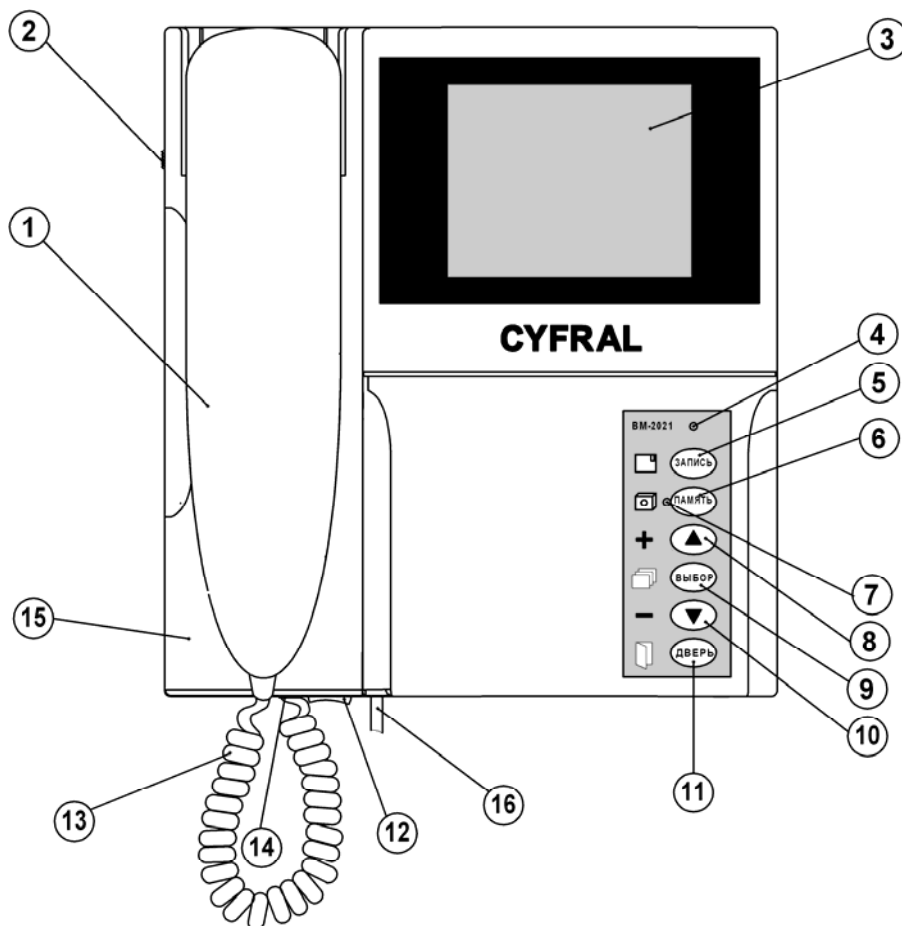

Рисунок 1. Расположение органов управления видеомонитора
8. Присоедините витой шнур 13 трубки, установите трубку 1 на крышку 15 (см. рисунок 1).
9. Вставьте штепсельную вилку видеомонитора в розетку питания 220 В, включите видеомонитор (переключатель 12 - см. рисунок 1).
7. Присоедините витой шнур 13 трубки, установите трубку 1 на крышку 15 (см. рисунок 1).
12. Вставьте штепсельную вилку видеомонитора в розетку питания 220 В, включите видеомонитор (переключатель 12 - см. рисунок 1).
Установите необходимые громкость сигнала вызова, яркость и контрастность изображения, текущее время **, дату **. Выбор функции для настройки производится с помощью экранного меню. Для входа в меню нажмите и удерживайте кнопку 9 (**ВЫБОР**) (см. рисунок 1). На экране 3 появится надпись “КАМЕРА 1”. Перемещайте курсор по пунктам меню последовательными нажатиями кнопок 8 (▲) или 10 (▼). После выбора нужного пункта кратковременно нажмите кнопку 9 (**ВЫБОР**). Для увеличения значения выбранной функции нажимайте кнопку 8 (▲), для уменьшения – кнопку 10 (▼). Для выбора следующей функции кратковременно нажмите кнопку 9 (**ВЫБОР**). Для выхода из текущего меню кратковременно нажмите кнопку 11 (**ДВЕРЬ**).